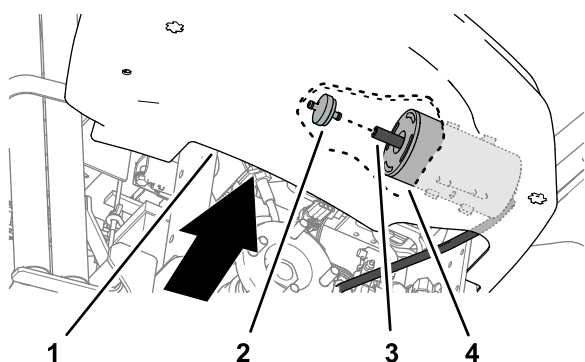

Figura 32
en el extremo del cartucho de carbón (Figura 32).
5. Inserte un filtro del cartucho de carbón nuevo en la manguera al final del cartucho de carbón (Figura 32).